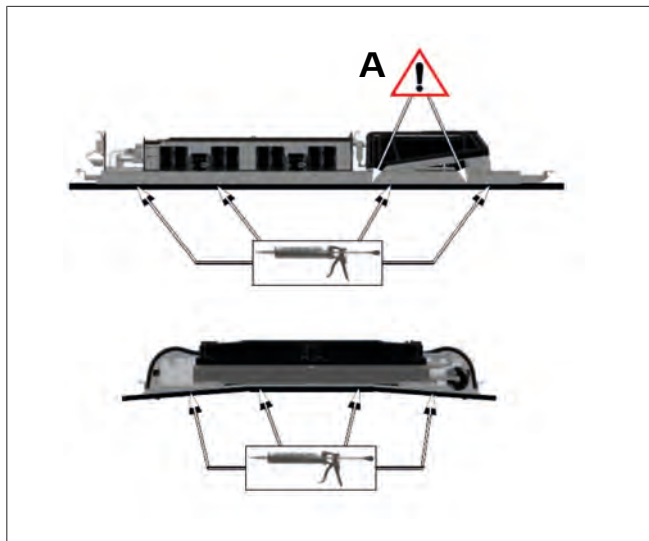

Fig. 8 Sikaflex aplicación Madrid
1. Aplique Sikaflex en la cara no adhesiva (véase Fig. 8).
2. Asegúrese de que el agua de lluvia pueda ser evacuada de la zona situada bajo el condensador. No aplique Sikaflex en la posición «A» (véase Fig. 8).